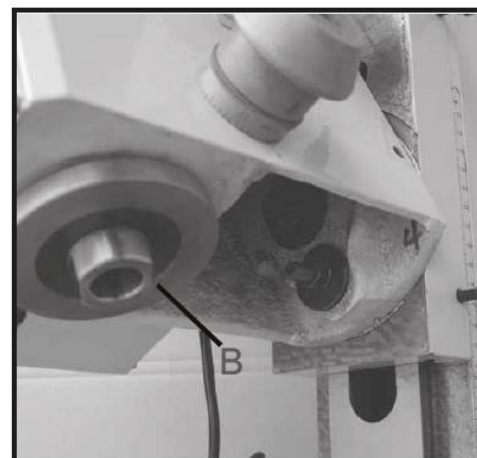
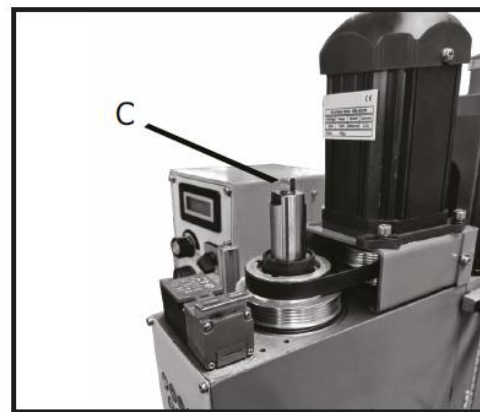

Рис. 15
Рис. 16
3. Удерживайте шпиндель за плоскую поверхность (В, рис. 15), чтобы он не двигался при ослаблении механизма зажима инструмента (С, рис. 16) с помощью гаечного ключа на 25 мм из инструментального ящика.